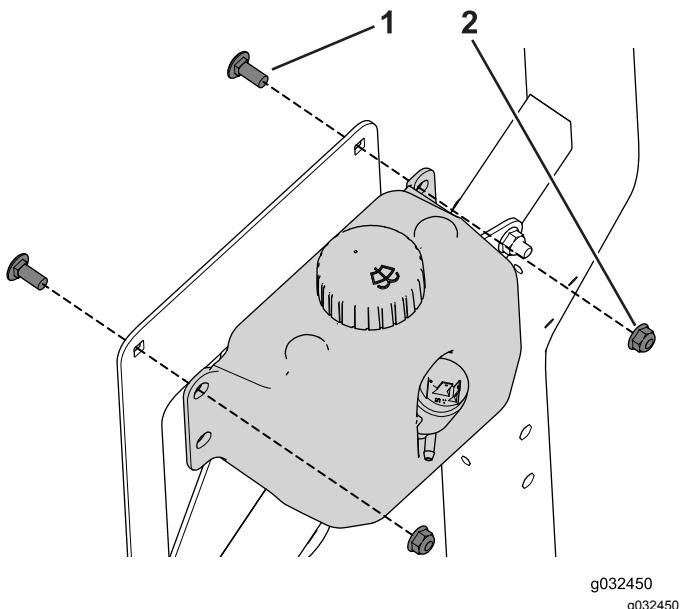

Bild 34
3. Befestigen Sie den Behälter für die Scheibenwaschanlage mit den zwei Schlossschrauben (5/16" x  $\frac{3}{4}$ ") und Bundmuttern an der Halterung (Bild 34).